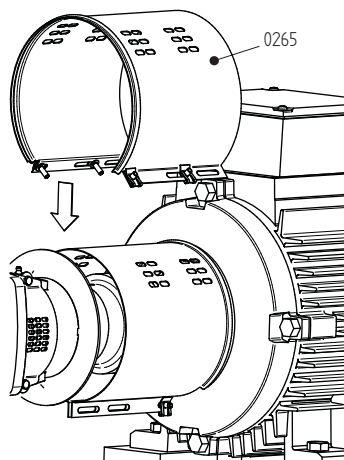

Figure 10: Installation de l'enveloppe côté moteur.
- 2 Déposez les deux enveloppes (0270). Voir figure 10.